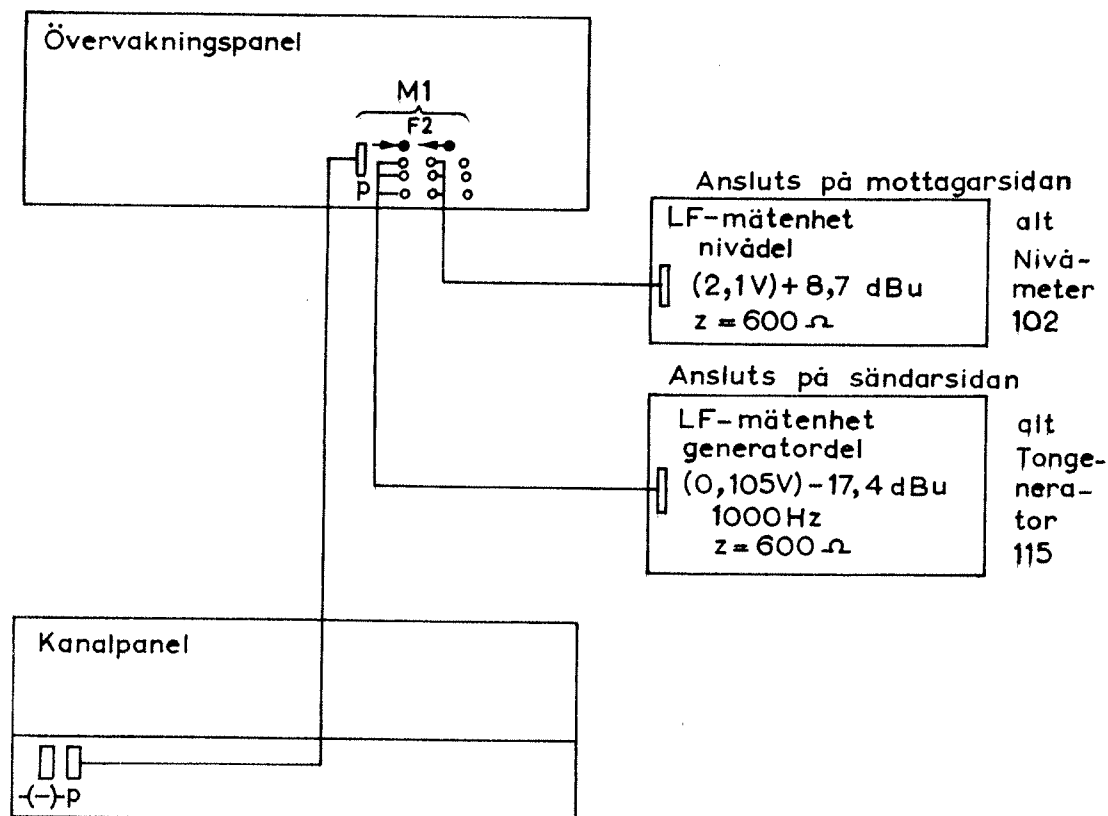

Bild 1
- 3.08.1 Av bild 1 framgår uppkopplingen för såväl sändar- som mottagarsidan.